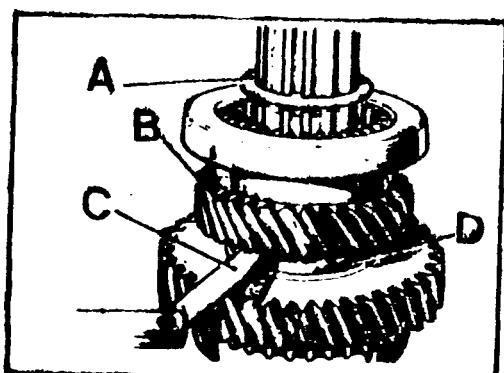

Fig. C-102 Verificación del juego longitudinal del engranaje de tercera velocidad
3.2.4. Manteniendo sujetos sobre el eje el engranaje de segunda y el manguito, se instalará el piñón de tercera, B (Fig. C-102) y la arandela de empuje. Con esta arandela fuertemente apoyada sobre el manguito, se comprobará el juego longitudinal de tercera, el cual debe quedar comprendido entre 0,10 y 0,18 mm.